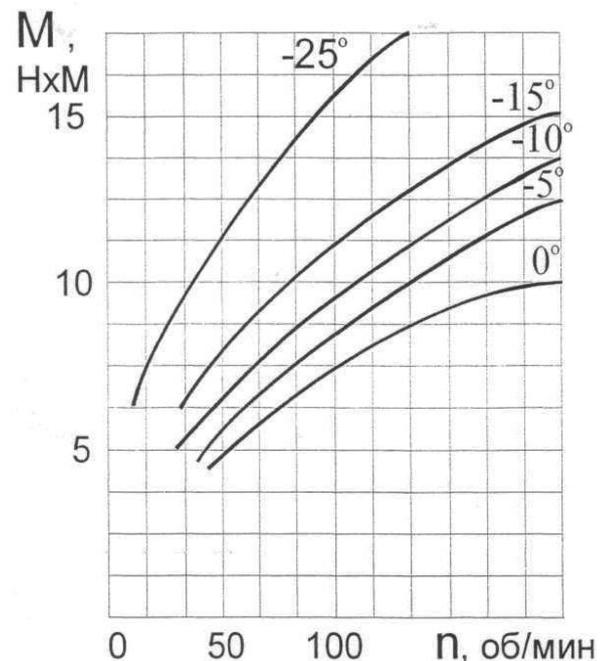

Рис.13 Моменты сопротивления ДВС.
### Определение возможных частот прокручивания коленчатого вала двигателя с известными моментами сопротивления (рис. 13).
3. Перерисовать в масштабе график (рис. 13) и построить кривую  $M_{ст} = f(n_{ст})$ . Точки пересечения этой кривой с кривыми момента сопротивления двигателя дадут значения частот прокручивания коленчатого вала испытываемым стартером при различных температурах.